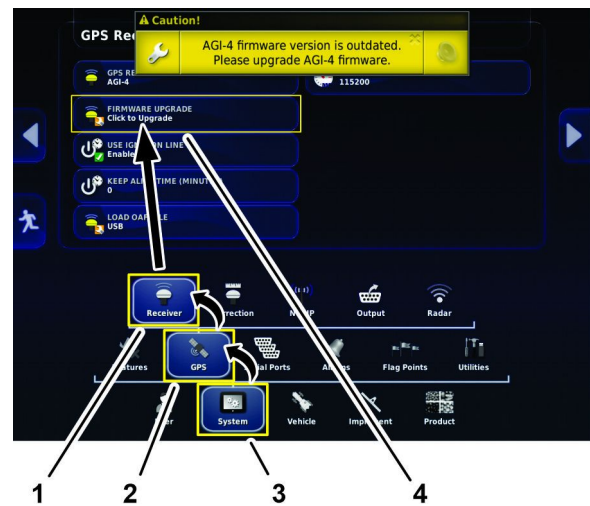

Figura 23
1. En la pantalla de configuración, pulse el icono SISTEMA y el icono GPS, y el icono RECEPTOR (Figura 23).
2. En el cuadro de diálogo Receptor GPS, pulse el icono ACTUALIZACIÓN DE FIRMWARE (Figura 23).